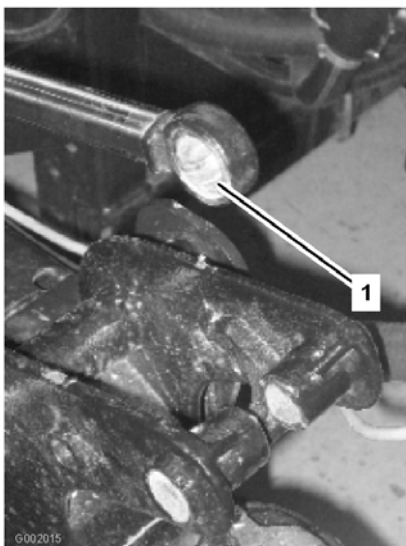

Figura 36
- Manipule el extremo del cojinete del émbolo del actuador y aplique grasa al cojinete (Figura 36). Limpie cualquier exceso de grasa.